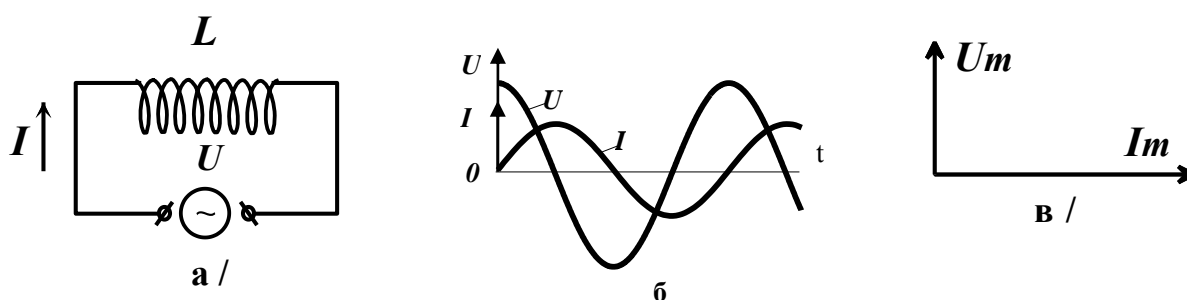

Рис. 3
Подадим переменное напряжение (1) на катушку индуктивности с пренебрежимо малыми сопротивлением и емкостью, как показано на рис. 3а.
На рис. 3б показана зависимость мгновенных значений напряжения и тока в цепи, содержащей индуктивность, от времени. Из рисунка и из сравнения соотношений (1) и (10) видно, что ток, текущий через индуктивность, отстает по фазе от напряжения на индуктивности на $\pi/2$. Так как на векторной диаграмме изменение во времени представляется вращением вектора против движения часовой стрелки, то отставание тока от напряжения на $\pi/2$ соответствует повороту вектора ток от вектора напряжения на угол $\pi/2$ по часовой стрелке. Если вектор тока направить горизонтально, то векторная диаграмма цепи, содержащей индуктивность, примет вид, представленный на рис. 3в.